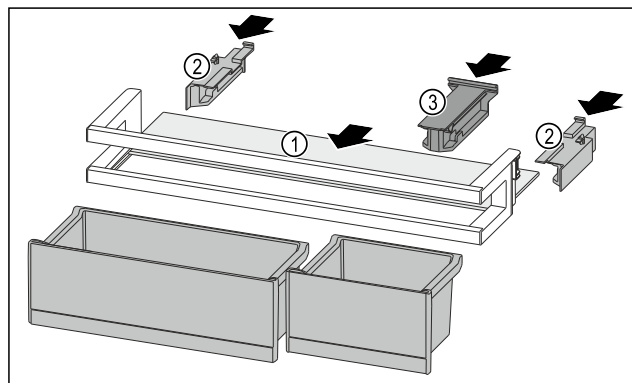

Fig. 183
- Abstellfläche Fig. 183 (1) in die seitlichen Aussparungen einschieben.
- Seitenteile Fig. 183 (2) einsetzen.
- Halteteil Fig. 183 (3) einsetzen.